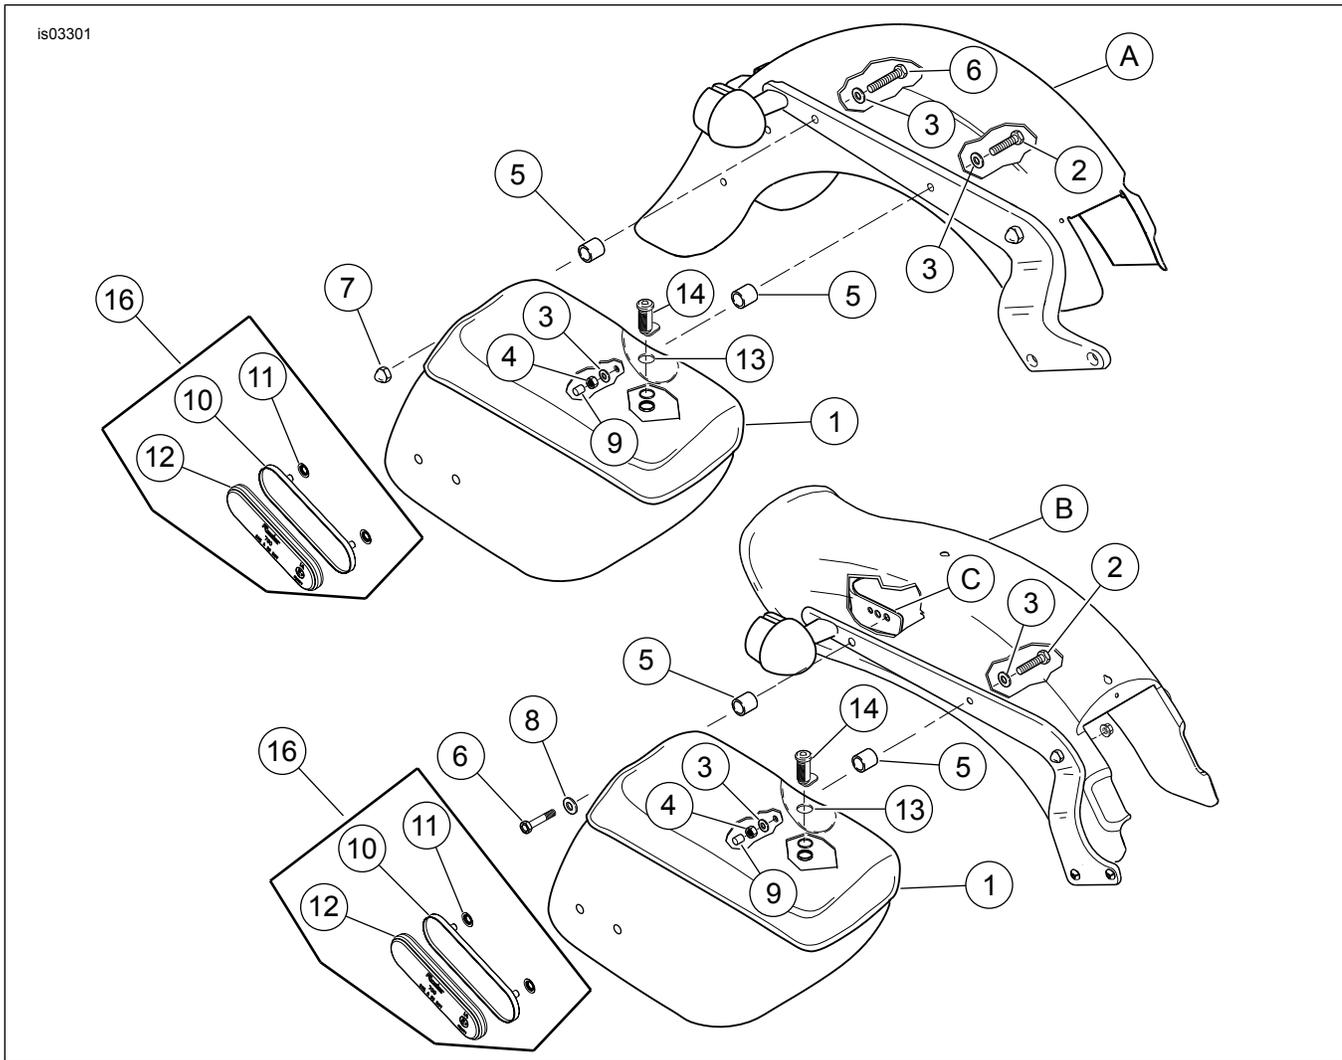
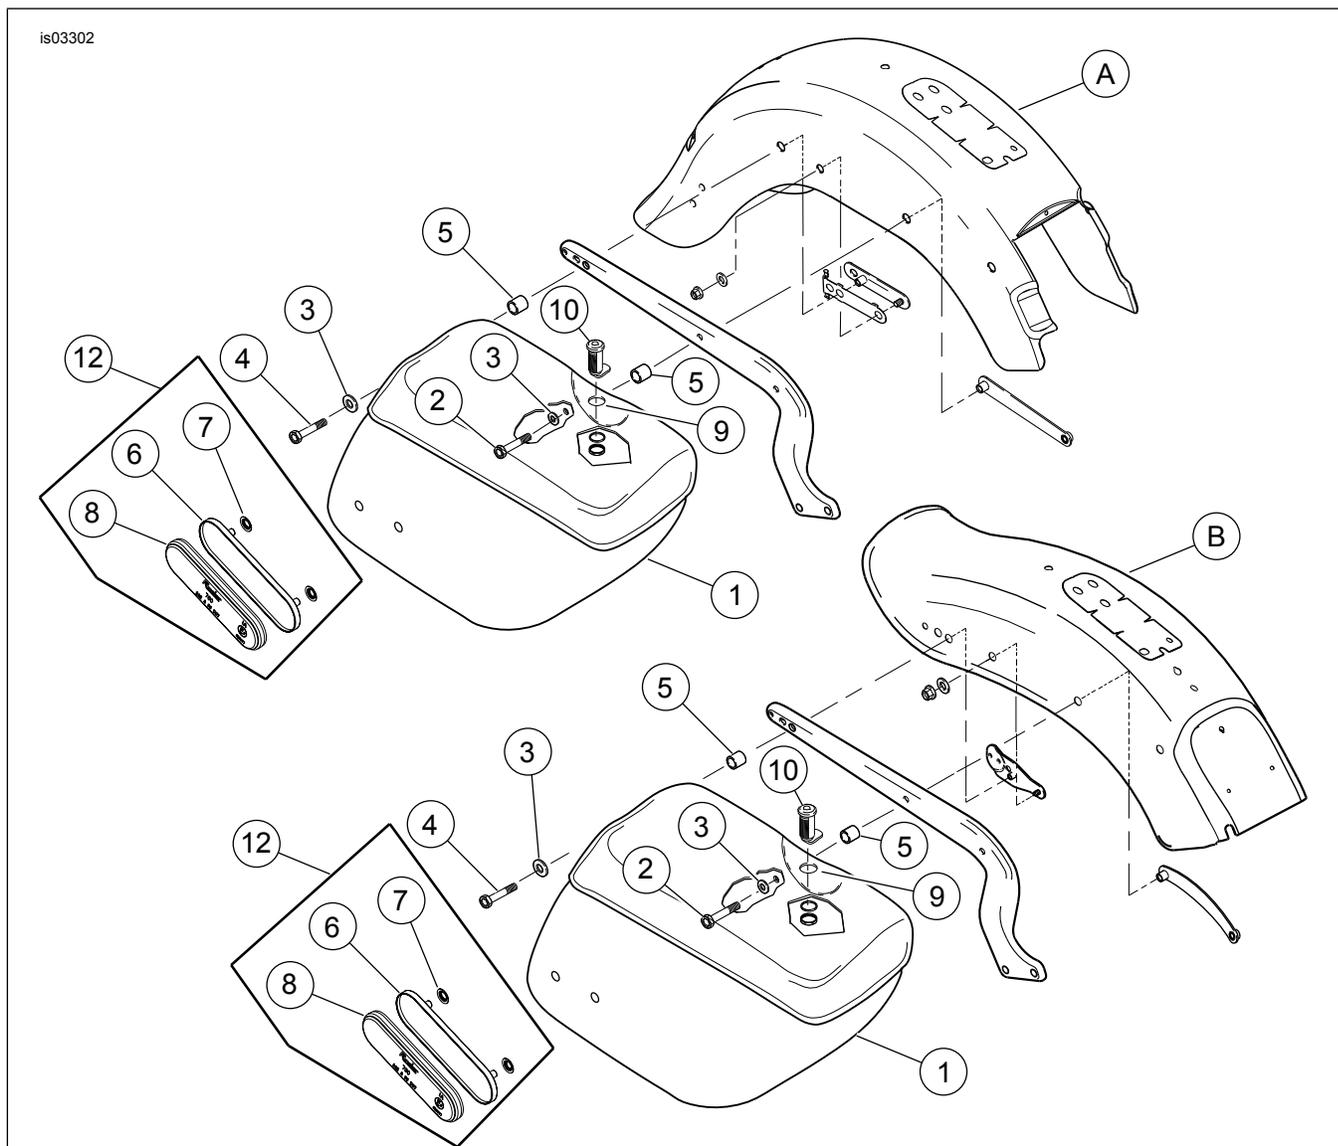

Figure 5. Pièces détachées : kit de sacoche Softail (installation représentée sur les modèles FLST et FXST de 2000 à 2002)
Figure 6. Pièces détachées : kit de sacoche Softail (installation représentée sur les modèles FLST et FXST de 2003 et plus récents)
- Voir Figure 5. Attacher l'avant de la sacoche (1) au garde-boue comme suit :
- Sans le kit d'entretoise : utiliser la vis (2), la rondelle (3) et l'écrou (4). Serrer à la main pour immobiliser.
- Avec le kit d'entretoise : utiliser la vis (2), la rondelle (3), l'écrou (4) et l'entretoise (5). Serrer à la main pour immobiliser.
- Attacher l'arrière de la sacoche (1) au garde-boue comme suit : **Modèles FLST : Modèles FXST :**
- Sans le kit d'entretoise : utiliser la vis (6), la rondelle (3) et l'écrou borgne (7). Serrer à la main pour immobiliser.
- b. *Avec le kit d'entretoise* : utiliser la vis (6), la rondelle (3), l'écrou borgne (7) et l'entretoise (5). Serrer à la main pour immobiliser.
- c. *Sans le kit d'entretoise* : utiliser la vis (6) et la rondelle (8). La vis se visse dans l'ajout du support de plaque d'immatriculation (A). Serrer à la main pour immobiliser.
- d. *Avec le kit d'entretoise* : utiliser la vis (6), la rondelle (8) et l'entretoise (5). Serrer à la main pour immobiliser.
- 5. Voir Figure 5. Glisser la protection de filetage (9) sur l'extrémité de la vis avant (2).
- 2. *Sans le kit d'entretoise* : Voir Figure 6. Installer l'avant et l'arrière de la sacoche avec la vis (2, 4) et la rondelle (3). Serrer à la main pour immobiliser. *Avec le kit d'entretoise* : Installer l'avant et l'arrière de la sacoche avec la vis (2, 4), la rondelle (3) et l'entretoise (5). Serrer à la main pour immobiliser.
2. *Sans le kit d'entretoise* : Voir Figure 6. Installer l'avant et l'arrière de la sacoche avec la vis (2, 4) et la rondelle (3). Serrer à la main pour immobiliser. *Avec le kit d'entretoise* : Installer l'avant et l'arrière de la sacoche avec la vis (2, 4), la rondelle (3) et l'entretoise (5). Serrer à la main pour immobiliser.
1. Voir Figure 5 et Figure 6. Installer la monture du réflecteur sur le coin inférieur droit de la sacoche.